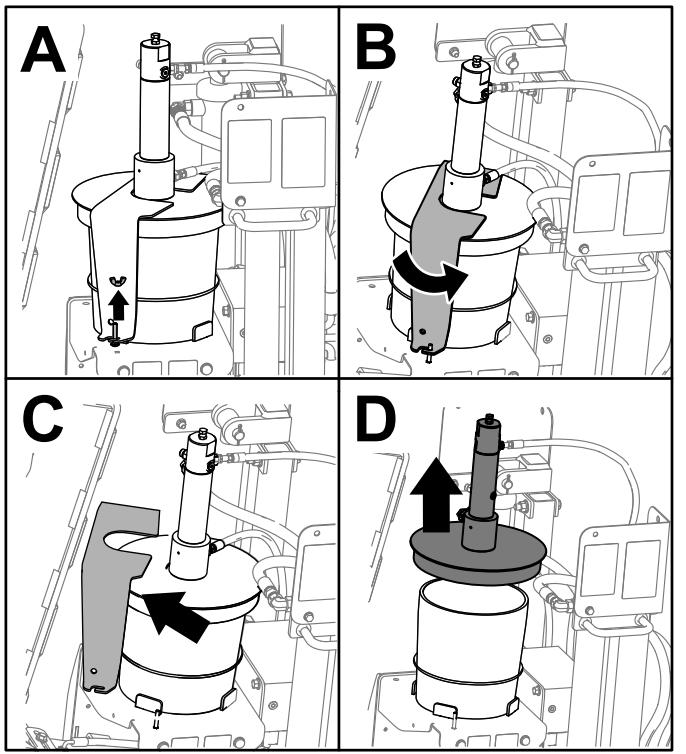

Figure 72
2. Desserrez les écrous à oreilles qui fixent les brides de maintien du couvercle sur la machine (encadré A de Figure 72).
3. Tournez le couvercle et retirez les brides de maintien des boulons de fixation (encadrés B et C de Figure 72).
4. Soulevez le couvercle et déposez-le du bidon de composé d'étanchéité vide (encadré D de Figure 72).